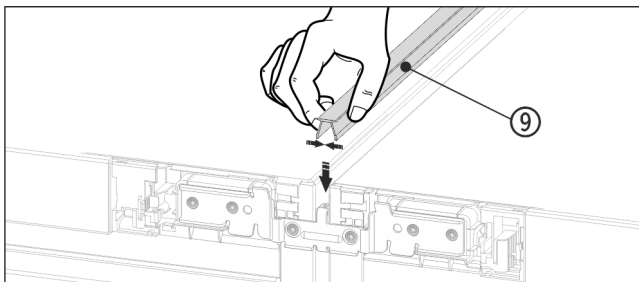

Fig. 17
- Auf der Oberseite die kurze Abdeckleiste Fig. 17 (9) in den horizontalen Spalt drücken.